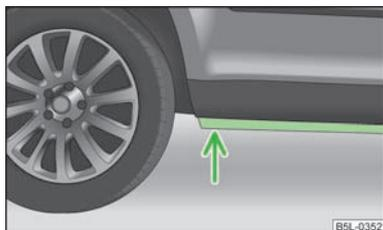

Fig. 136
- Avant de franchir une nappe d'eau, déterminez la profondeur de l'eau. Le niveau de l'eau ne doit pas dépasser le longeron inférieur » fig. 136.